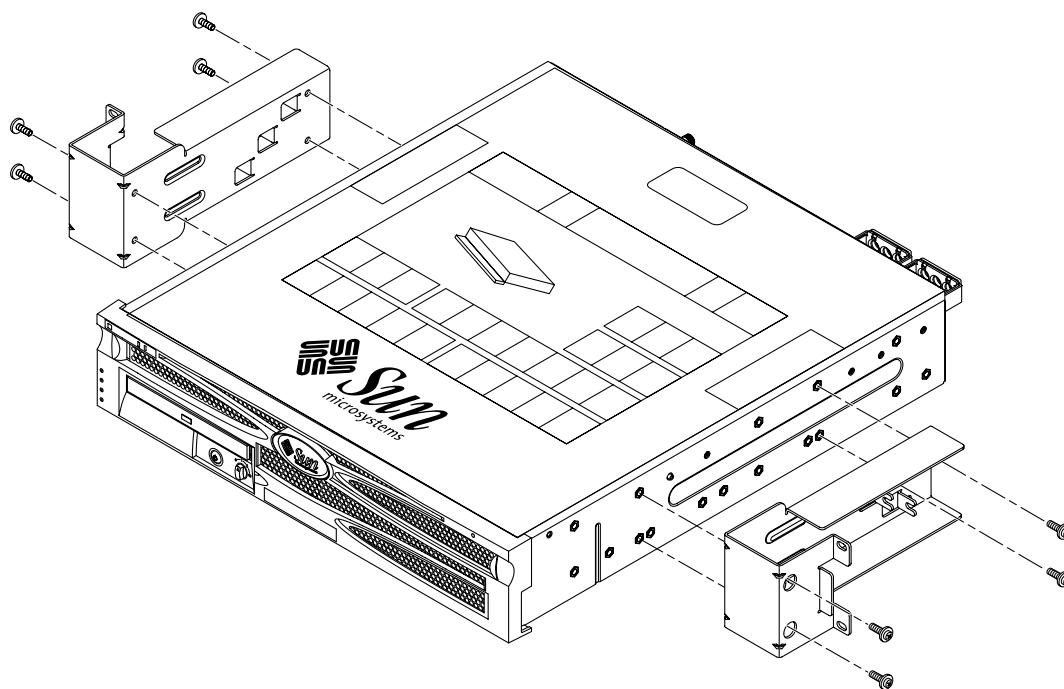

BILD 3-24 Skruva fast sidoskenorna på serverns sidor
2. Använd åtta M5 x 10 SEM-skrivar (fyra skruvar för varje sidoskena) och skruva fast skenorna på serverns sidor (BILD 3-24).